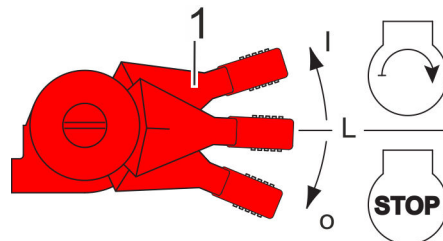

Abb. 47: Gashebel
3. Gashebel (Abb. 47/1) auf Position "L" stellen.
8. ➤ Motordrehzahl mit Gashebel (Abb. 47/1) einstellen.